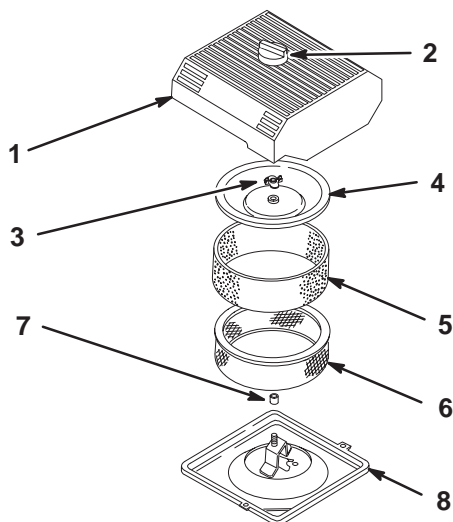

Figure 29
3. Nettoyez la surface autour du filtre à air pour éviter que des impuretés ne s'introduisent dans le moteur et l'endommagent (Fig. 29).
4. Desserrez le bouton sur le couvercle du filtre à air et déposez le couvercle (Fig. 29).
5. Glissez délicatement l'élément en mousse hors de l'élément en papier (Fig. 29).
6. Dévissez l'écrou du couvercle et déposez le couvercle et l'élément en papier (Fig. 29).
1. Glissez délicatement l'élément en mousse sur l'élément en papier (Fig. 29).
3. Vissez l'écrou à la main contre le couvercle (Fig. 29).
4. Reposez le couvercle du filtre à air et le bouton (Fig. 29).